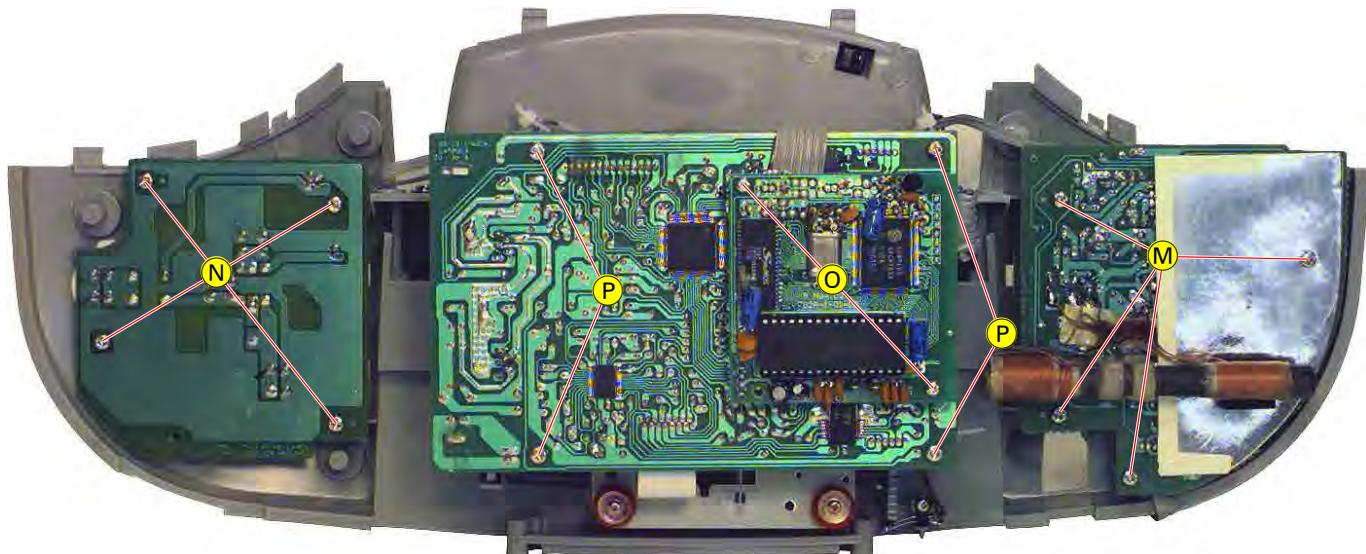

Fig. 9
- 4 Schrauben (M) (Fig. 9) herausdrehen.
- 4 Schrauben (N) (Fig. 9) herausdrehen.
- Undo 4 screws (M) (Fig. 9).
- Undo 4 screws (N) (Fig. 9).
- 2 Schrauben **O** (Fig. 9) herausdrehen.
- 4 Schrauben **P** (Fig. 9) herausdrehen.
- Undo 2 screws **O** (Fig. 9).
- Undo 4 screws **P** (Fig. 9).